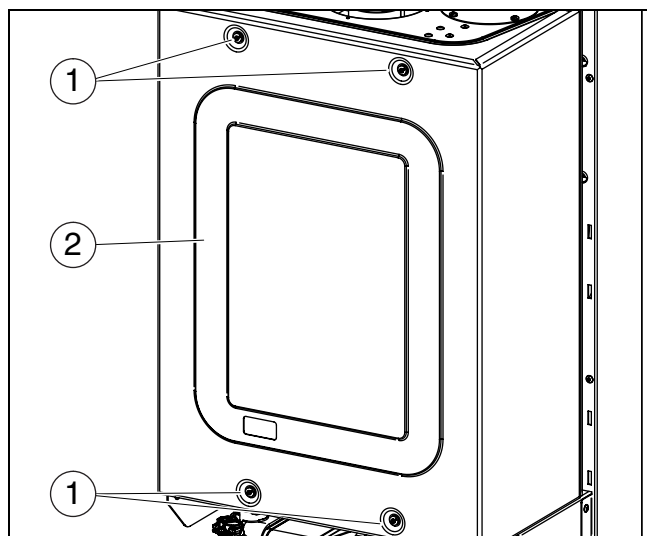

Fig. 55 Ouvrir le caisson d'air
- ▶ Dévisser les 4 vis (→ fig. 55, [1]) et retirer le couvercle de caisson [2].